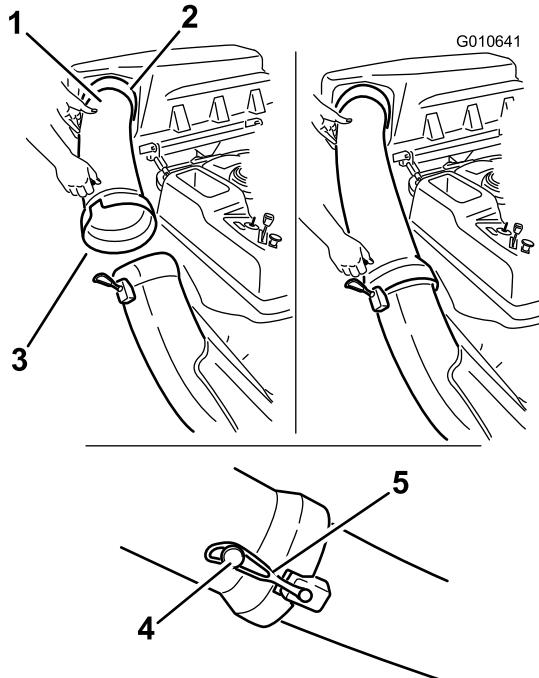

Figure 28
- Glissez l'extrémité courbe du tube d'éjection dans l'ouverture du couvercle du collecteur (Figure 28).
- Glissez l'extrémité évasée du tube d'éjection sur l'extrémité de la goulotte. Accrochez la sangle en caoutchouc de la goulotte à l'ergot situé sur le tube d'éjection pour le fixer en position (Figure 28).